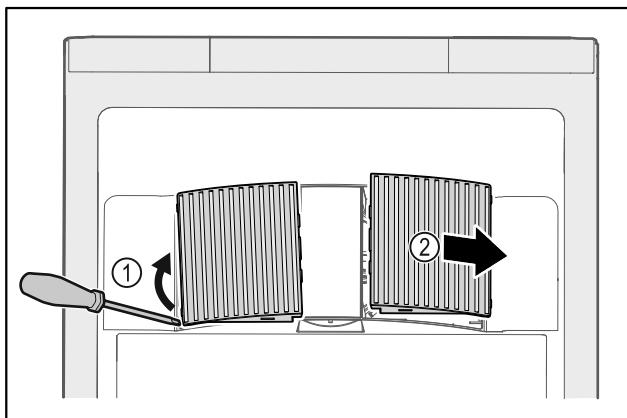

Fig. 105
- Αναμοχλεύστε προσεκτικά από το πλάι τα καλύμματα του ανεμιστήρα Fig. 105 (1) και αφαιρέστε τα προς τα εμπρός Fig. 105 (2).